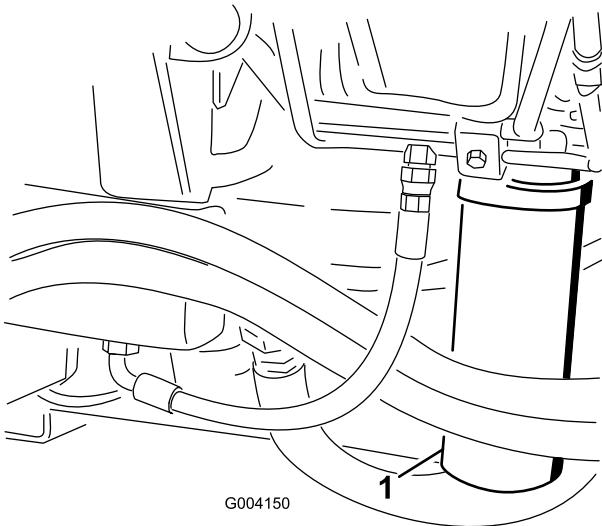

Bild 71
2. Reinigen Sie den Bereich um den Filterbefestigungsbereich und stellen Sie eine Auffangwanne unter den Filter (Bild 70) und (Bild 71).